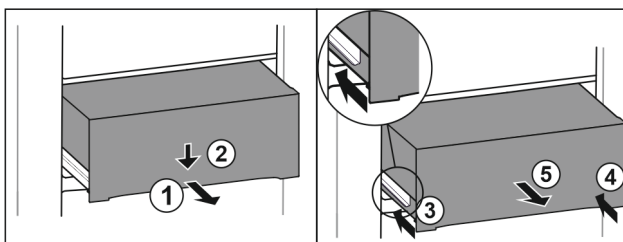

Fig. 146
- ▶ Изтеглете чекмеджето наполовина. Fig. 146 (1)
- ▶ Натиснете надолу чекмеджето от предната страна. Fig. 146 (2)
- ▶ Вкарайте лявата релса приблизително 2 см навътре. Fig. 146 (3)
- ▶ Вкарайте дясната релса приблизително 2 см навътре. Fig. 146 (4)
- ▶ Извадете чекмеджето напред. Fig. 146 (5)